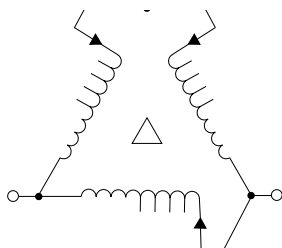

Рис. 28. Три фазы, треугольник (B)
- трехфазного подключения по схеме «треугольник» (см. рис. 28);